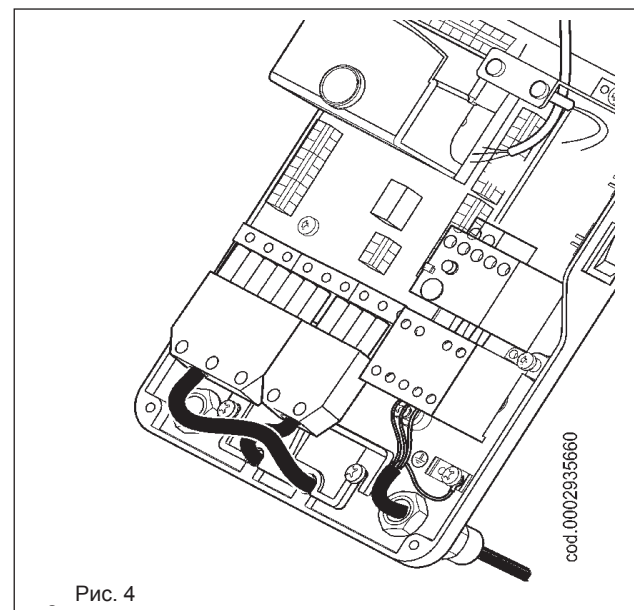

Рис. 4
- Открутите 4 винта (1), как показано на рисунке 1. Снимите крышку для получения доступа к щиту управления горелки.
- Ослабьте винты (2) для снятия зажимной пластинки проводов (3), проденьте через отверстия два разъёма (7-штырьковый и 4-штырьковый), как показано на рисунке 2. Если горелка трёхфазная, соедините питающие провода (4) к дистанционному выключателю, закрепите заземляющий провод (5) и затяните соответствующий хомут.
- Установите зажимную пластинку, как показано на рисунке 3. Поверните эксцентрик (6) так, чтобы пластинка должным образом надавила на два провода. После этого закрутите винты фиксации пластинки. Наконец, соедините два разъёма (7-штырьковый и 4-штырьковый), смотрите рисунок 4.
- Для закрытия крышки электрического щита закрутите 4 винта (1) соответствующим моментом затяжки для гарантирования правильности уплотнения.